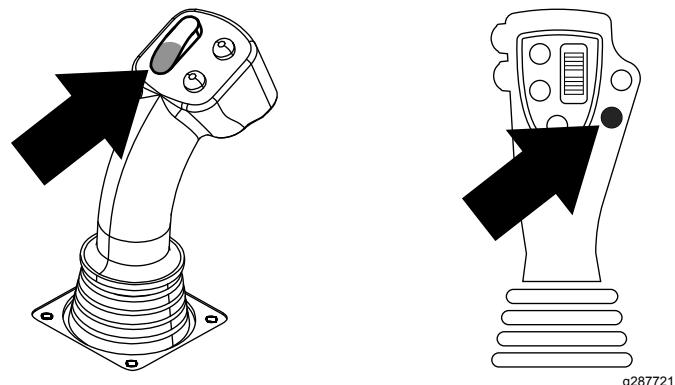
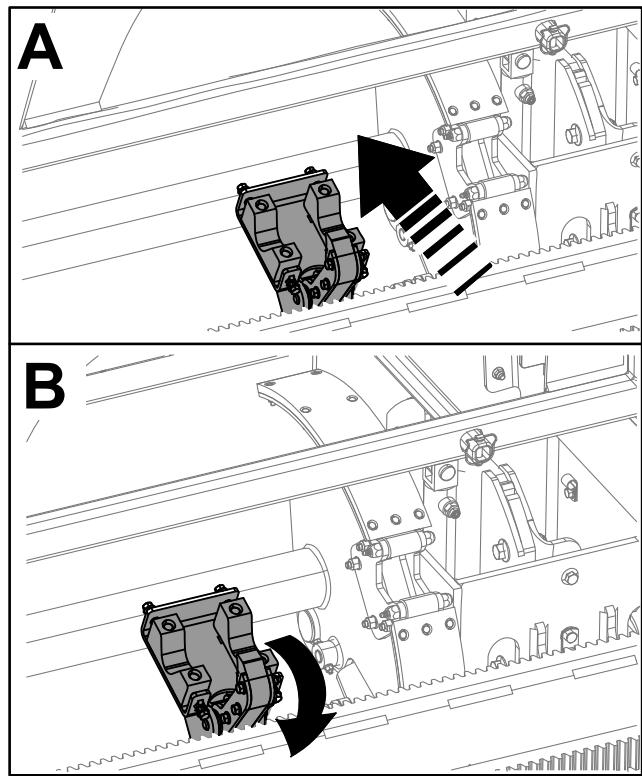

Figure 21
Figure 22
7. Maintenez enfoncé le bouton inférieur droit sur le levier de commande à 8 boutons (Figure 10) ou le bas de l'interrupteur à bascule (Figure 21) sur le levier de commande à 4 boutons jusqu'à ce que les bras tournent avec la tige et reviennent à la position de repos, et que les pinces entrent dans le creux de la came (Figure 22).